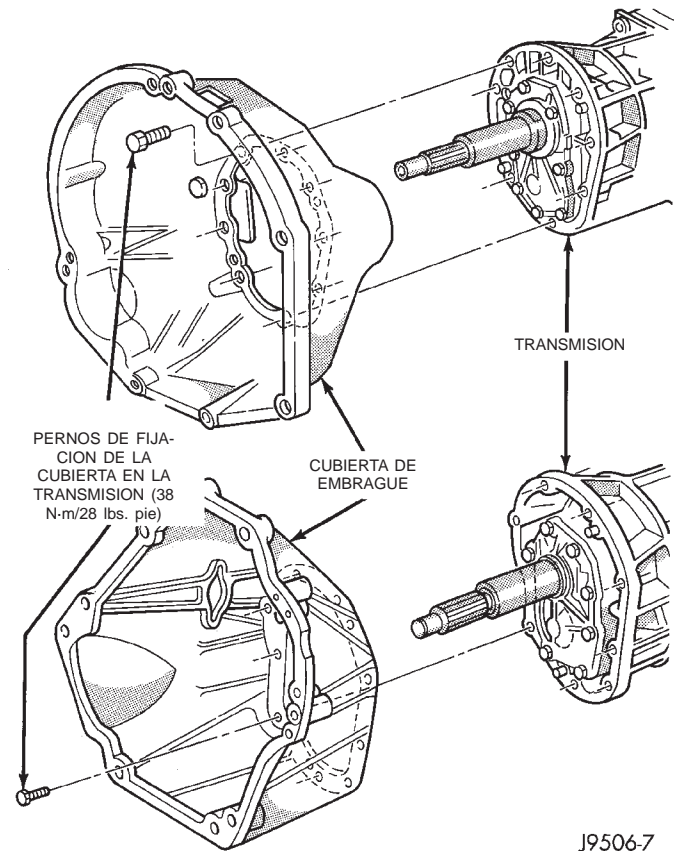

Fig. 19 Cubierta de embrague
(1) Drene el lubricante de la transmisión, si fuese necesario.
(2) Retire el cojinete de desembrague y la palanca.
(3) Retire los pernos de la cubierta de embrague y retire la cubierta (Fig. 19).
(4) Retire el adaptador del velocímetro y el sensor de velocidad del vehículo, si fuese necesario.